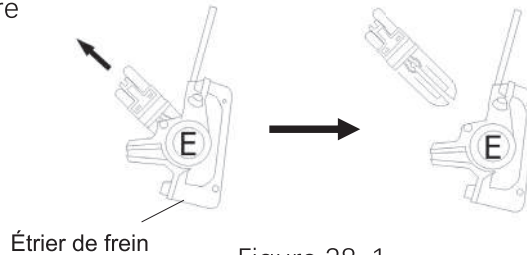

Figure 38-1.
a. Retirez les morceaux de plastique de l'étrier de frein, comme indiqué à la Figure 38-1.